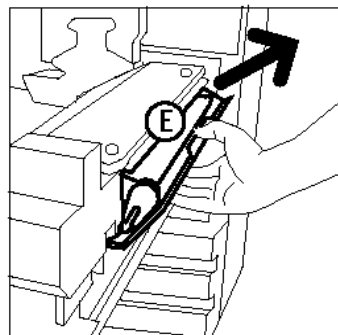

Figura 45: Retirar a Tela de limpeza
- 5 Gentilmente, empurre para baixo a Tela de limpeza (E) e puxe-a para a direita para removê-la da copiadora/impressora, conforme ilustrado na Figura 45.